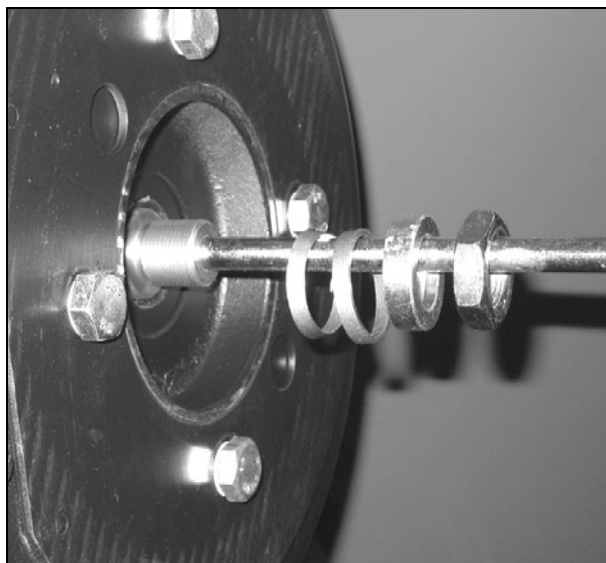

Рисунок 11
- Установите промежуточное кольцо (E) между подшипниками.
- Порядок установки различных деталей показан на (Рис. 11).
- Убедитесь, что величина зазора (X) по всей окружности магнита находится в диапазоне $1,0 \pm 0,1$ мм.